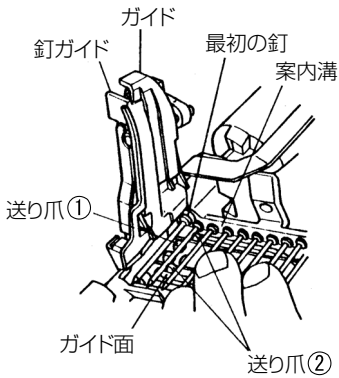

図 16
釘列の最初の釘を射出口の中に入れ、2本目の釘を送り爪①、送り爪②の間に入れて釘頭が案内溝に入るようにしてください。(図16)